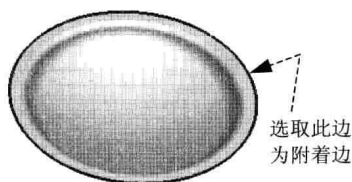
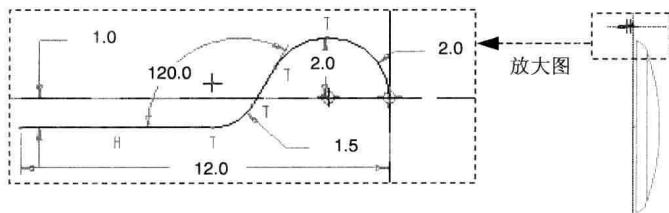

图 1.15 定义附着边
图 1.16 截面草图
(1) 选择下拉菜单**插入(I)** → **钣金件壁(W)** → **法兰(F)**命令，系统弹出“法兰”操控板。
(2) 选取附着边。在系统**选取要连接到薄壁的边或边链**的提示下，选取图 1.15 所示的模型边线为附着边。
(3) 选取平整壁的形状类型。在操控板的下拉列表框中选择**用户定义**。
(4) 定义法兰附加钣金壁的轮廓。单击**轮廓**按钮，在弹出的界面中单击**草绘**按钮，在“草绘”对话框中接受默认的草绘平面和参照，并单击**草绘**按钮；绘制图 1.16 所示的截面草图，然后单击“草绘完成”按钮。
(5) 在操控板中单击按钮，预览所创建的特征；确认无误后，单击“完成”按钮。